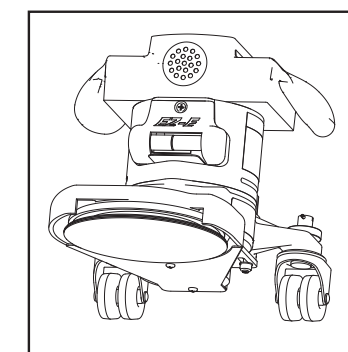

Figure 5
3. Lorsque la machine est en position inclinée, saisissez fermement les deux poignées et mettez l'interrupteur de commande en position « ON ». (Figure 5.)